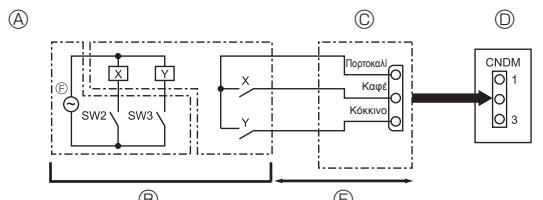

Fig. 9-2
9.2. Λειτουργία ρύθμισης (επιπόπου τροποποίηση) (Fig. 9-2) (μόνο για κλιματιστικά)